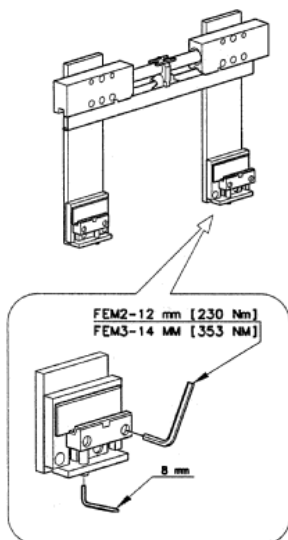
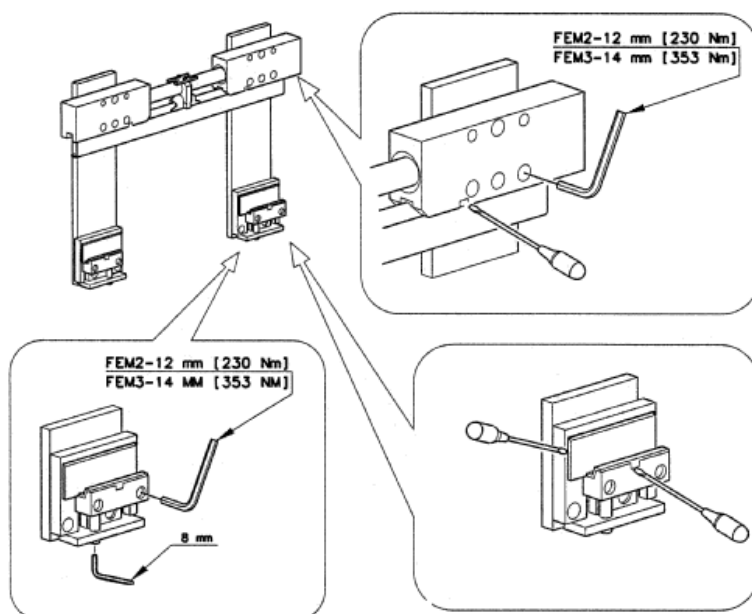

Fig.02
Fig.03
2.2 Desserrer les vis des crochets inférieurs (**Fig.02**) jusqu'au point où les crochets descendent dans la position baissée, de façon à permettre le montage sur le tablier porte-fourches du chariot. On conseille de graisser soit les bagues soit le tablier du chariot dans la partie inférieure où les bagues s'appuient.
2.3 La pince est livrée appuyée sur des palettes (c'est-à-dire en position d'accrochage) ; on doit porter le chariot en contact avec la pince, avec le tablier complètement baissé, en cherchant de centrer la pince ; soulever lentement le tablier du chariot et insérer le dent d'accrochage (**Fig.03**) dans le créneau central du tablier même.
Si la palette n'est pas présente, il faut soulever la pince avec précaution au moyen d'une grue ou d'un palan d'une capacité proportionnée (voir le poids sur la plaquette d'identification) en la positionnant de façon que le dent du support du cylindre (**Fig.03**) s'insère dans le créneau central du tablier porte-fourches du chariot.
2.4 Soulever les crochets inférieurs jusqu'à obtenir un jeu qui ne doit dépasser 1 mm (0.04") ; bloquer les vis des crochets inférieurs, (**Fig.02**) avec couple de :
2.5 Visser à fond (couple d'environ 6 DaN/m, - 43 Ft/Lbs) la vis de sécurité positionnée sous les crochets inférieurs, voir fig. 03, (**Fig.02**).